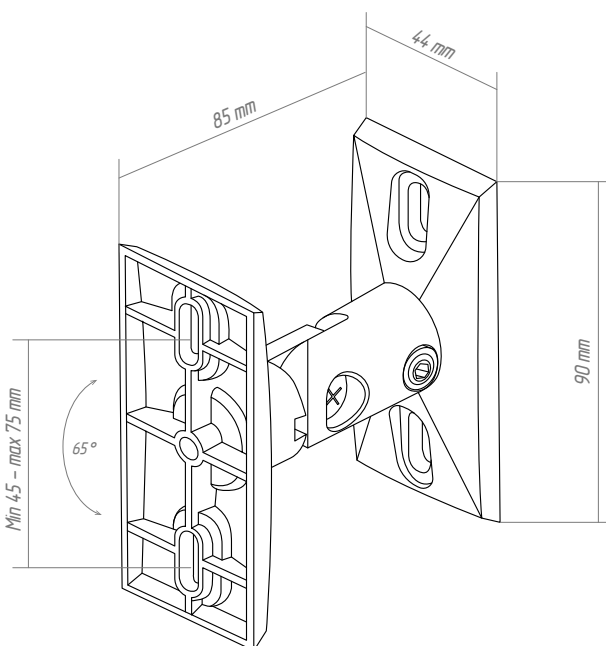

Рисунок 7. Внешний вид кронштейна
3.2.1 Монтаж изделия в корпусе компактного исполнения ITLINE.GPS производится с помощью кронштейна UNITEKI SMP1602. Установочные размеры (Рис. 7).